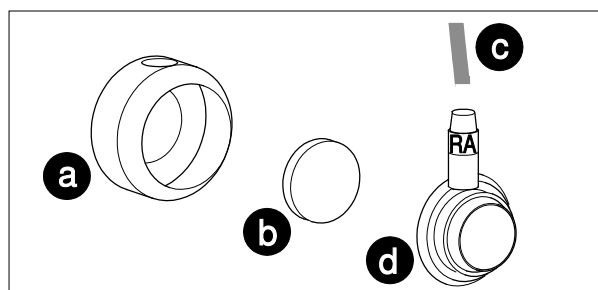

Figure 6-1. Nettoyage de l'électrode
- \* Retirez la ventouse (**a**) et le disque filtrant (**b**) (figure 6-1).